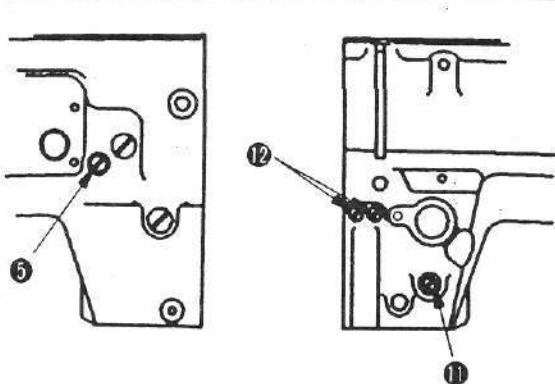

Рис. 3-5-6
Если еще останется повышенная нагрузка на раму игловодителя, то ослабив установочный винт ⑫ на направляющей рамы игловодителя, отрегулировать позицию направляющей рамы игловодителя (рис. 3-5-6).